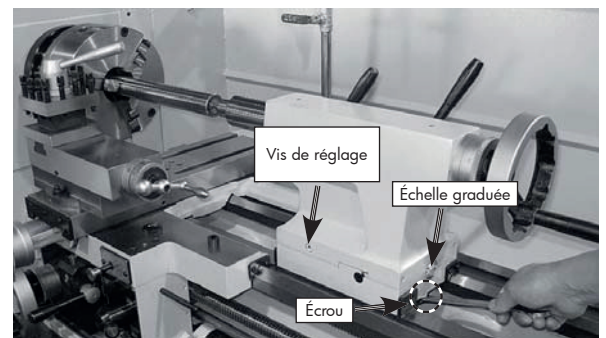
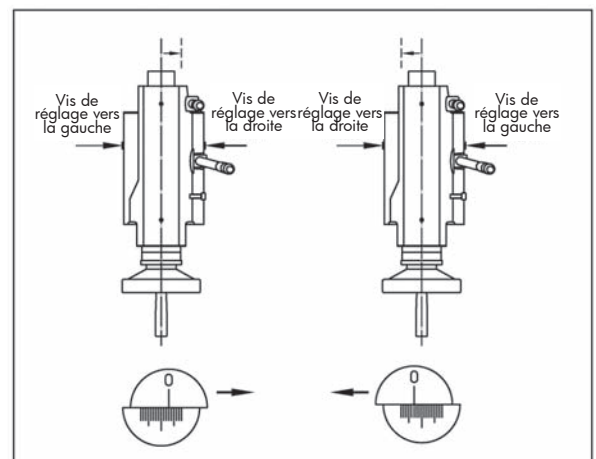

Fig. 34 Réglages de la contre-pointe
Fig. 35 Réglage de la vis par rapport au mouvement de la contre-pointe
2. Desserrez les deux écrous dans le bas, réglez les vérins à vis gauche et droit jusqu'à ce que l'échelle graduée (figure 34) indique le décalage souhaité. Voir figure 35 pour le sens du réglage.